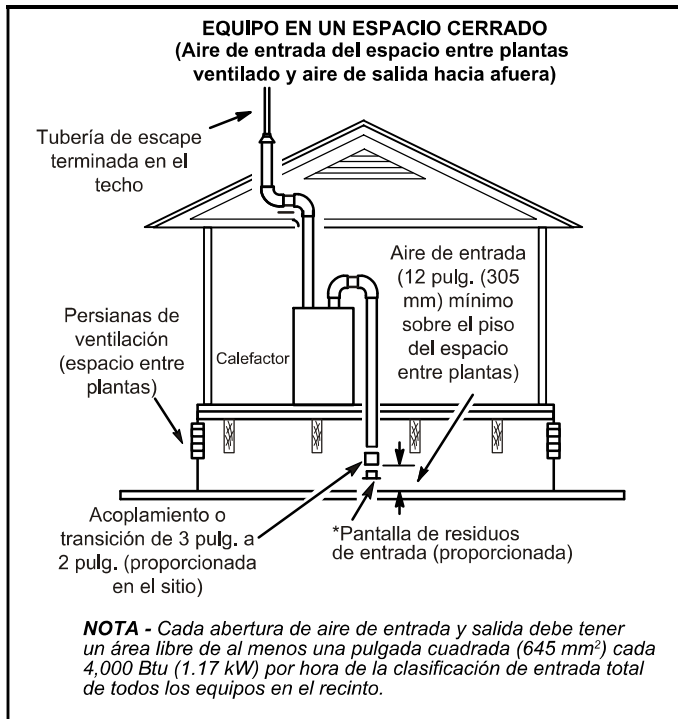

FIGURA 27
- 2 - Si el aire de entrada se toma de un ático ventilado (Figura 26) o de un espacio entre plantas ventilado (Figura 27), el largo de la ventilación de escape no debe exceder los valores listados en la Tabla 8. Si se utiliza una tubería de 3" de diámetro, redúzcala a una tubería de 2" de diámetro en el punto de terminación para acomodar la pantalla de residuos.